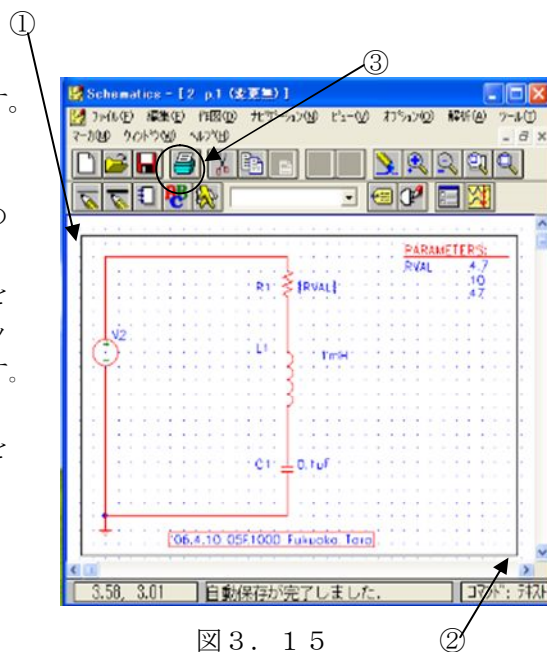

図3. 15
(2) 印刷を行います。図3. 15の③のアイコンをクリックし印刷します。